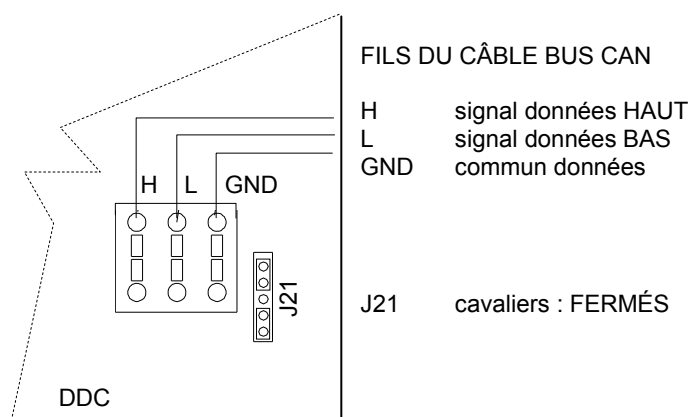

Figure 28 – Connexion d'1 câble BUS CAN au DDC : LE DDC EST UN NŒUD TERMINAL. Mise en évidence des positions des fils du câble BUS CAN et des cavaliers : FERMÉS
Si le DDC est un **nœud terminal** du réseau (le connecteur orange possède 3 fils) : positionner les cavaliers sur le DDC comme illustré Figure 28 : FERMÉS.
6. Connecter les trois fils colorés au connecteur orange, comme indiqué sur le schéma Figure 28, page 63.
Respecter les indications L, H, GND du Tableau 24, page 59, sur la Figure 28 et sur la carte du DDC à la base du connecteur.